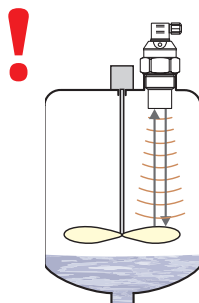

Рис. 13: Неправильное отражение от лопастей мешалки
- Не рекомендуется устанавливать измеритель уровня в местах, где возможны **неправильные отражения** ультразвукового сигнала от лопастей мешалки (рис. 13).